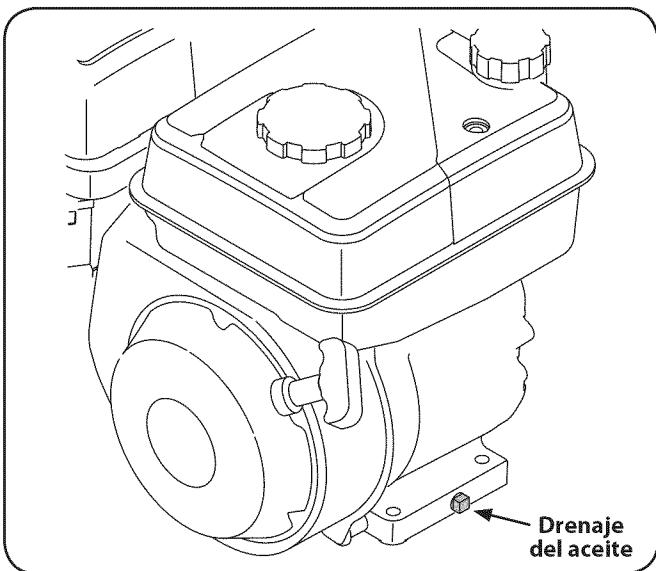

Fig. 6-3
- Saque el tapón de drenaje del aceite. Vea la Fig. 6-3.